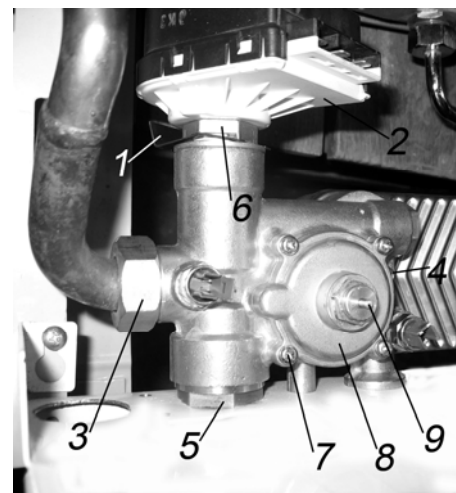

Рис. 11
- ✓ снять скобу 1 крепления сервомотора 2 к корпусу трехходового клапана (см. рис. 11) и снять сервомотор;
- ✓ снять микровыключатель со штока 9 (см. рис. 11) датчика протока контура отопления;